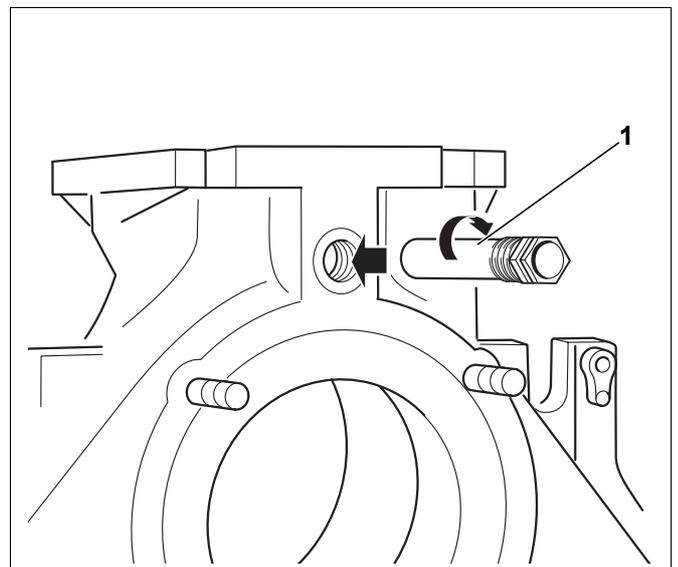

Bild 25 Tauchhülse montieren
- ▶ Tauchhülse R  $\frac{3}{4}$  von der Kesselrückseite (Länge: 110 mm) in die R  $\frac{3}{4}$  Gewindebohrung des Vorlaufanschlusses eindichten (Bild 25, **Pos. 1**).